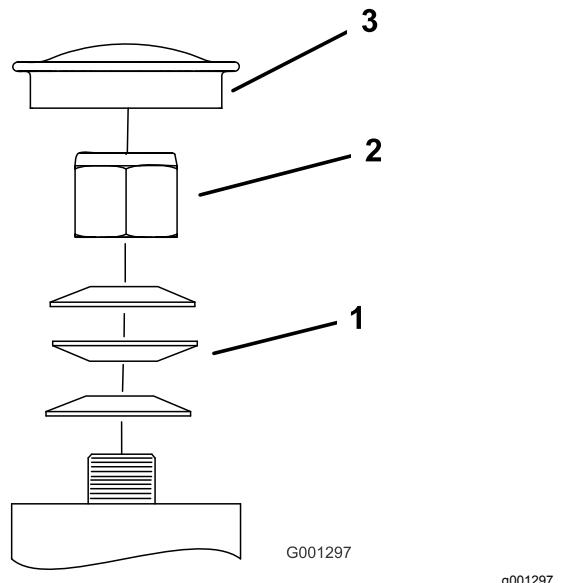

Bild 65
3. Entfernen Sie den Staubdeckel vom Laufrad und ziehen Sie die Sicherungsmutter an (Bild 65).
4. Ziehen Sie die Sicherungsmutter so weit fest, dass die Federscheiben flach liegen und schrauben dann um Viertelumdrehung zurück, um die Lager richtig vorzuspannen (Bild 65).
Wichtig: Achten Sie darauf, dass die Federscheiben richtig eingesetzt sind, siehe Bild 65.
5. Setzen Sie den Staubdeckel auf (Bild 65).